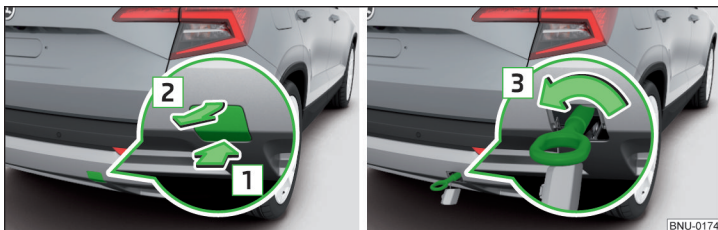

Fig. 329 Scoaterea capacului / montarea cârligului de tractare
- Pentru **detașare** apăsați pe zona inferioară a capacului în sensul săgeții **1** și scoateți-l în sensul săgeții **2** » fig. 329.
- Pentru **montare**, înșurubați manual cârligul de tractare, în sensul săgeții **3** » fig. 329, până la limită » **!**